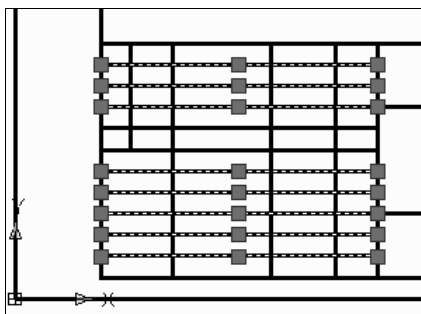

Рис. 5.17. Горизонтальные отрезки штампа после операции выбора отрезков
Рассмотрим пример, когда на слое имеются отрезки разной толщины. По стандарту, часть коротких горизонтальных линий в левой части штампа должна иметь меньшую толщину, чем другие объекты этого слоя. На рис. 5.17 они отмечены опорными точками. Однако два внутренних отрезка должны иметь переменную толщину. Каждый из отрезков сначала обрезается командой **TRIM** (ОБРЕЗАТЬ) до границы между разными толщинами, а затем по обрезанным частям строятся новые отрезки, так что вместо одного длинного отрезка получается два отрезка, соединенные в месте изменения их толщины.
1. Выберите горизонтальные отрезки штампа, у которых необходимо изменить толщину. В опорных точках отрезков засветятся синие прямоугольники (см. рис. 5.17).